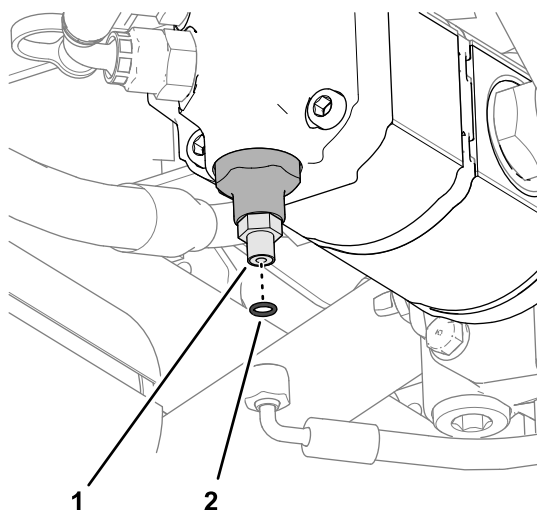

図 134
4. 油圧ポンプ端のストレート継手面にあるOリングを取り外します (図 134)。
5. 新しいOリング 7.6/1.8 mm をストレート継手の溝に取り付けます(図 134)。